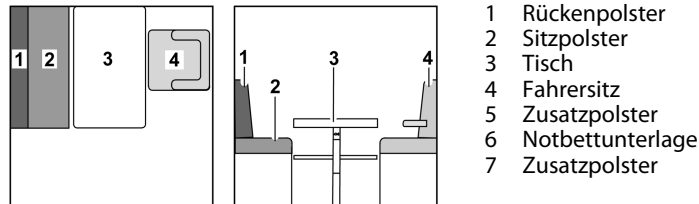

Bild 117 Vor dem Umbau
- Fahrersitz (Bild 117,4) drehen und ganz nach vorn schieben.
- Tisch (Bild 117,3) zum Bettunterbau umbauen (siehe Abschnitt 7.7).
- Wenn das Fahrzeug eine Notbettunterlage (Bild 118,6) besitzt, das Rückenpolster (Bild 117,1) und das Sitzpolster (Bild 117,2) abnehmen und beiseite legen.